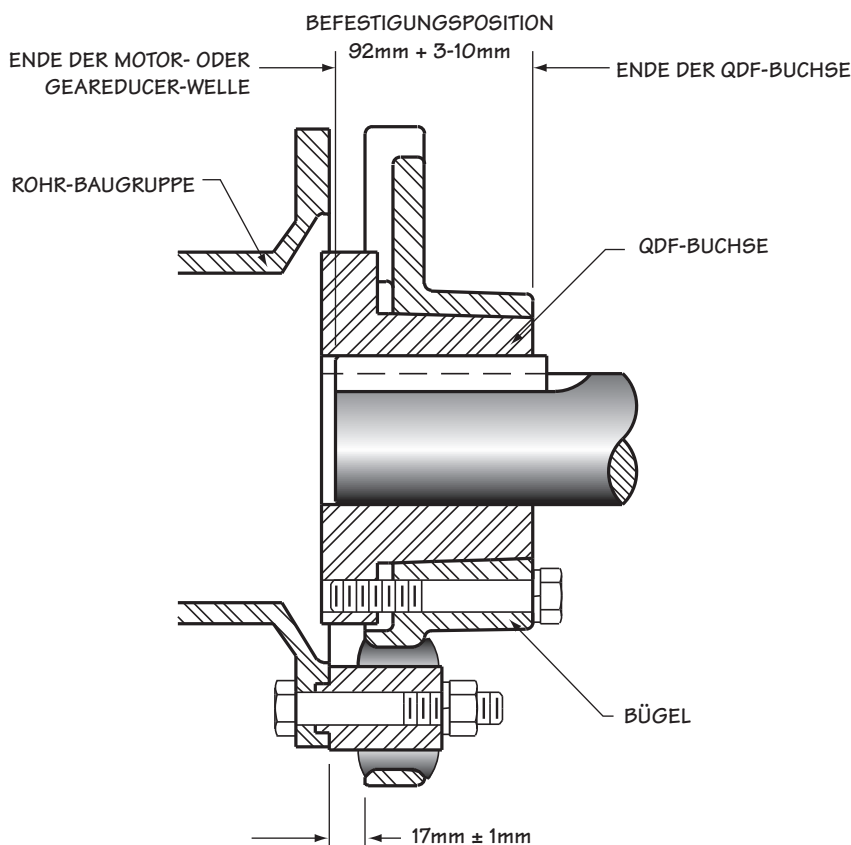

Bild 2.
- Beginnen Sie die Installation am Geareducer-Ende und schieben Sie den Bügel über die gesamte Antriebswelle. Setzen Sie den Schlüssel teilweise in die Schlüsselnut und schieben Sie die QDF-Buchse auf die Welle, um ein Einrücken von 92mm zu erhalten (siehe Bild 2). Ziehen Sie die Feststellschraube am Schlüssel an mit Drehmoment von 27 Nm an.
- Überprüfen Sie die Befestigungsposition der Motorbuchse an der Motorwelle. Wenn die QDF-Buchse über das Ende der Welle herausragt, lösen Sie die Kopfschrauben der Motorbuchse und bewegen Sie den Motor bis die Flansch der QDF-Buchse innerhalb der Toleranz ist. Oder justieren Sie die Position der gesamten Antriebswellen-Baugruppe, um an beiden Enden die gleiche Befestigungsposition zu erreichen. Siehe Bild 2.
Eliminieren Sie jegliche grössere fehlerhafte Ausrichtung, bevor Sie fortfahren. Eine vorläufige Prüfung der Ausrichtung kann durch die Messung zwischen den Antriebswellen- und Bügel-Flanschen durchgeführt werden. Der Abstand sollte ungefähr 18mm betragen und an vier Punkten gemessen werden, siehe Bild 2. Die EndEinstellung muss einen Abstand zwischen den angrenzenden Punkten an den Flanschen der Rohr-Baugruppe und Kopplungen an jedem Ende ergeben, der während einer kompletten Umdrehung nicht mehr als .13 mm variieren darf. Ein Marley-**“Ausrichtungs-Anzeige-Kit für Antriebswellen”** ist verfügbar und kann erworben werden.
- Ziehen Sie alle Befestigungsschrauben am Motor und Geareducer an und überprüfen Sie sie nochmals. Lassen Sie den Abstand zwischen Rohr- und Bügelfläche so, wie in Bild 2 gezeigt. Entfernen Sie die Messuhr.
- Messen Sie den Abstand von der Schulter des Metall-Einsatzes in der Flex-Buchse bis zur bearbeiteten Ringfläche des Bügels. Diese Länge sollte $17\text{mm} \pm 1\text{mm}$ betragen, so wie in Bild 2 gezeigt.